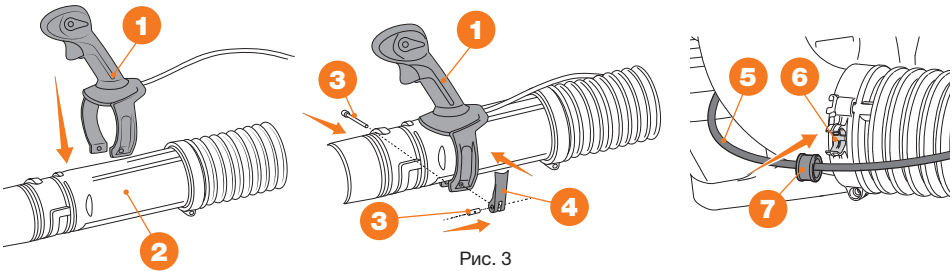

Рис. 3
- Наденьте рукоятку управления 1 на трубу выдувания 2 (рис. 3).